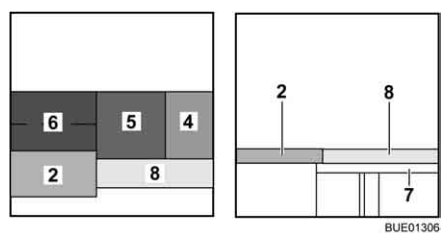

Fig. 133 Después de la transformación
- Colocar el cojín del asiento (Fig. 133,5) en el centro.
- Colocar el cojín del respaldo (Fig. 133,4) entre el cojín del asiento y la pared.
- Enganchar el ensanchamiento de cama (Fig. 133,7) en los alojamientos en los baúles-banco.
- Colocar el cojín adicional (Fig. 133,8) sobre el ensanchamiento de cama.